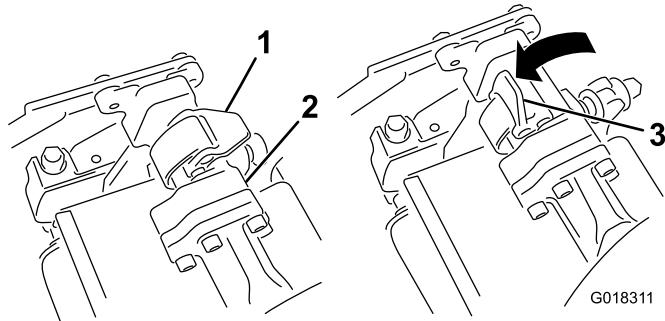
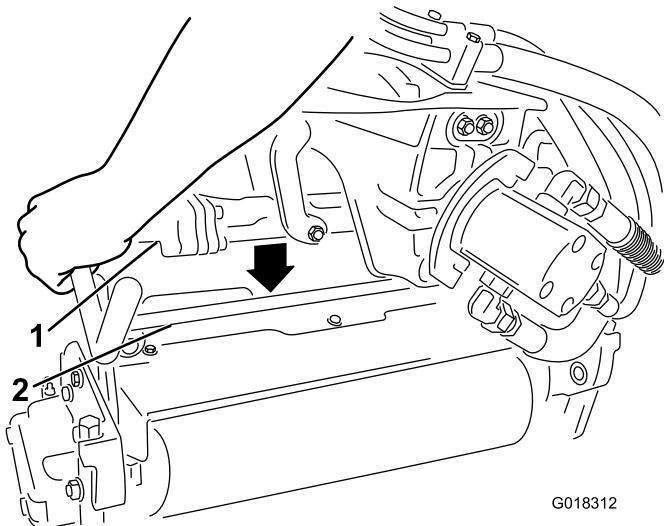

図 3
図 4
3. サスペンションアームのバーについているラッチを上向きにして(図 3、サスペンションアームを押し下げて、バーを、トリローラユニットのバーの上に被せるようにする図 4)。
4. ラッチを下げる閉じるとトリローラユニットのバーがロックされてユニットがアームにセットされる図 3。